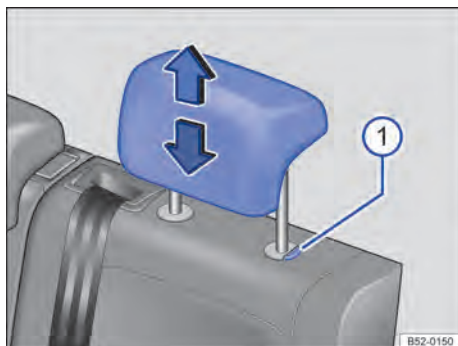

Fig. 69 Apoio para cabeça traseiros: ajustar. ►
- Deslocar o apoio para cabeça para cima ou para baixo na direção da seta com o botão → Fig. 69 ① pressionado → ⚠ em *Introdução ao tema* na página 85.